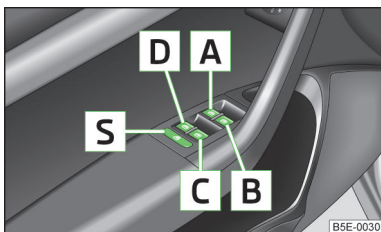

Abb. 23
- Werden auf den Rücksitzen Kinder befördert, wird empfohlen, die elektrischen Fensterheber der hinteren Türen außer Funktion zu setzen (Sicherheitsschalter) **S** » Abb. 23 auf Seite 43.
**Tasten der Fensterheber** » Abb. 23.
Durch Drücken des Sicherheitsschalters  » Abb. 23 können die Tasten der Fensterheber in den hinteren Türen außer Funktion gesetzt werden. Durch erneutes Drücken des Sicherheitsschalters  sind die Tasten der Fensterheber in den hinteren Türen wieder funktionsfähig.
- › Die Taste **A**1) in der Öffnungsstellung halten » **Abb. 23** auf Seite 43.
- › Die Taste **A**1) in der Schließstellung halten » **Abb. 23** auf Seite 43.